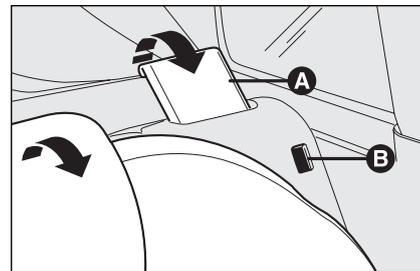

fig. 97
- soulever le levier **A-fig. 97** de retenue du dossier et rabattre celui-ci en avant. Le soulèvement du levier est mis en évidence par une "bande rouge" **B**.